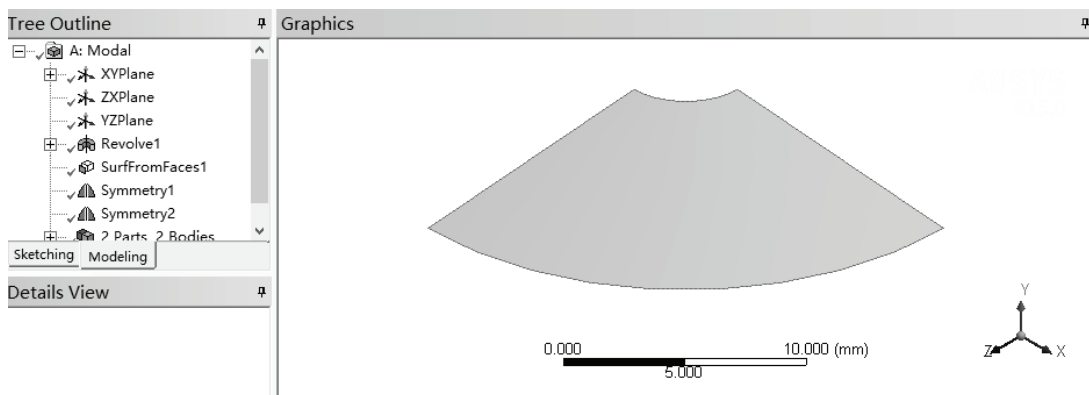

图 11-3 模型
3) 双击项目 A 中的 A2 栏 Geometry, 此时会进入到 DM 界面, 如图 11-3 所示, 此时如果设计树中显示 ⚡, 表示需要生成模型, 此时进行步骤 4), 否则可直接进入步骤 5)。